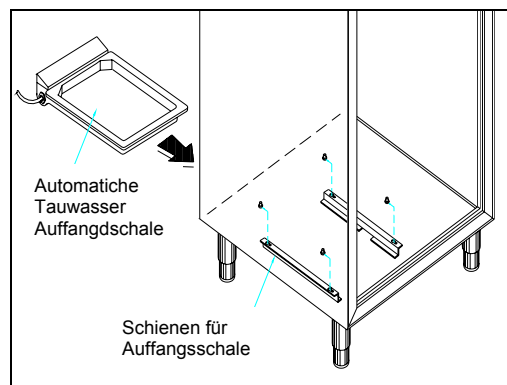

Abb. 3 (siehe 13.2.4.1)
- In die dazu vorgesehen Schienen einsetzen; das Kondensabflusswanne in den unteren Teil des Kühlschranks positionieren und bei den Geräten, die über automatischen Abfluss verfügen, mit dem Kupplungsstück verbinden. (**Abb. 3**)